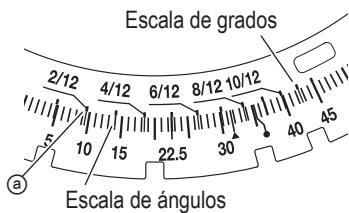

Fig. 31
- (1) Desbloquee la mesa de inglete levantando la empuñadura de bloqueo de inglete.
- (2) Mientras presiona levemente hacia abajo la palanca de parada en positivo para que se acople la palanca de retención, agarre la empuñadura de bloqueo de inglete y rote la mesa a izquierda o derecha hasta el ángulo deseado.
- (3) Una vez logrado el ángulo de inglete deseado, presione hacia abajo la empuñadura de bloqueo de inglete para fijar la mesa en su sitio.
- (4) Si el ángulo de inglete deseado es una de las nueve paradas en positivo indicadas debajo, consulte la sección de la palanca de retención de inglete en la página 92.
- (5) Use la luz LED y coloque la pieza de trabajo sobre la mesa para la alineación previa de su corte.
- (6) La escala de ingletes (Fig. 31) indica tanto el ángulo de corte de la escala de ángulos como el gradiente en la escala de ángulos.
- (8) Por lo tanto, para cortar una pieza de trabajo con un grado de 2/12, ajuste el indicador ④ la posición a como se indica en la Fig. 31.